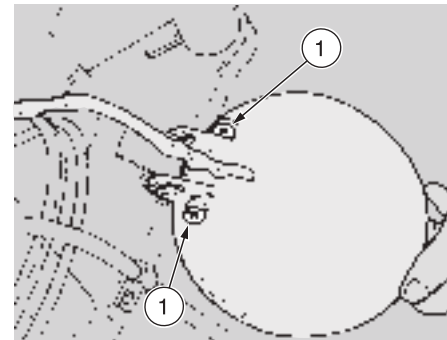

Fig. 52
SUSTITUCION BOMBILLAS FARO DELANTERO (Fig. 52)
- ◆ Extraiga el faro y destornille los dos tornillos (1-Fig. 52).